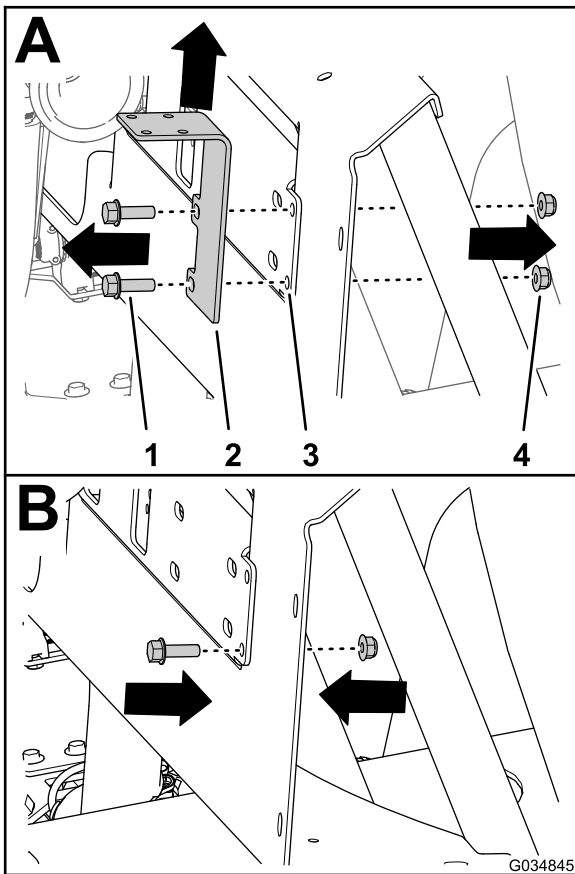

Figura 45
- Retire los 2 pernos con arandela prensada ($\frac{5}{16}$ " x 1") y las 2 contratuercas con arandela prensada ($\frac{5}{16}$ ") que fijan el soporte de sujeción de la válvula de cierre del desvío al bastidor del distribuidor (Figura 45, A) y retire el soporte de la válvula de cierre.
6. Monte un perno con arandela prensada (5/16" x 1") y una contratuerca con arandela prensada (5/16") en el soporte del distribuidor (Figura 45, B) en el orificio inferior del soporte de la válvula de cierre.
3. Sujete el transductor de presión y el distribuidor a la ranura del soporte del distribuidor con una abrazadera en R y el perno con arandela prensada (¼" x ¾") y la contratuerca con arandela prensada (¼") que se retiraron anteriormente (Figura 45).